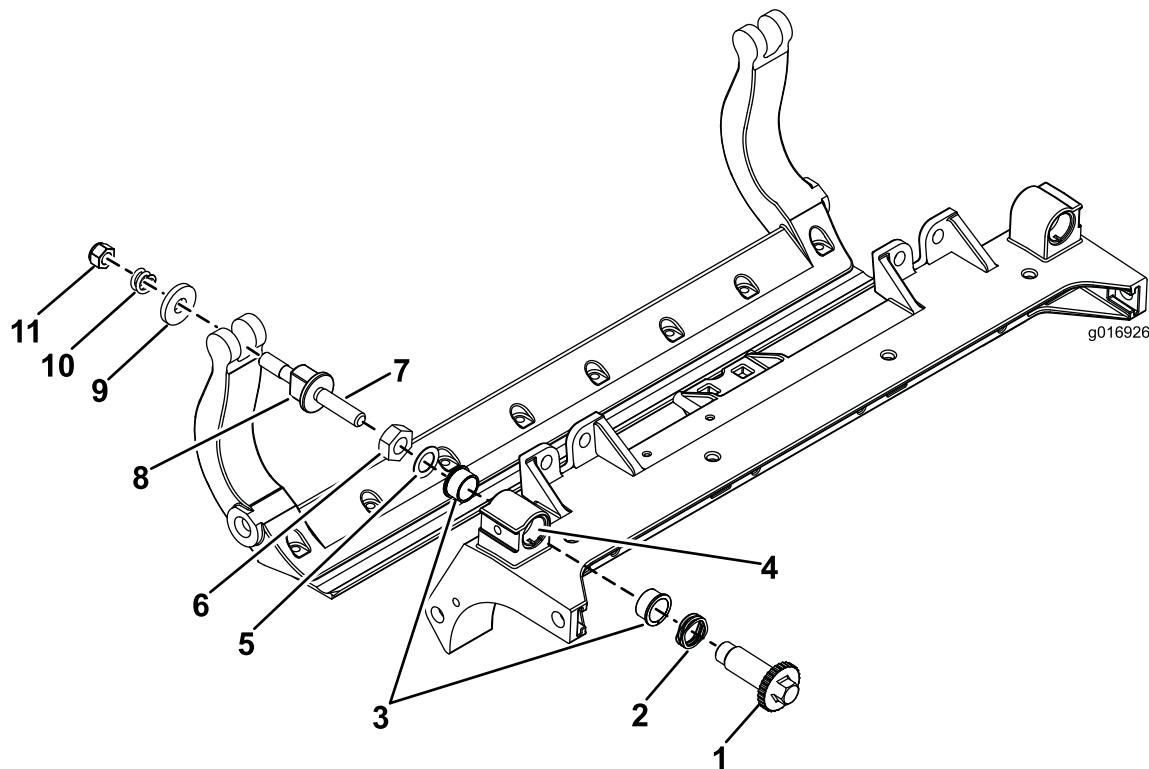

图 35
- 1. 拆除所有零件请参阅 HD DPA 套件 安装说明和 图 35。
- 2. 将防粘剂涂抹到滚刀组中心机架图 35的轴套区内侧。
- 3. 将凸缘轴套上的键与机架的槽对准然后安装轴套图 35。
- 4. 将一个波形垫圈安装到调节器轴上然后将调节器轴滑入滚刀组机架中的凸缘轴套内图 35。
- 5. 使用扁平垫圈和锁紧螺母固定调节器轴图 35。
- 12. 在两个尼龙垫圈的外侧各放一个钢垫圈图 35。
注意 内侧的垫圈可能有空隙图 35。
- 15. 旋紧每个底刀架调节器总成上的螺母直到加压弹簧完全压缩然后往回松开 ½ 圈图 35。